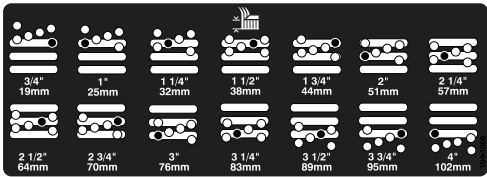

图 4
- 将切割腔移至所需的剪草高度然后将隔片安装至指定的剪草高度孔和槽 (图 4)。